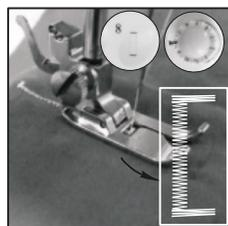

Fig.19
- (4) Elija el patrón de puntada #8, encienda el interruptor y cosa 5-6 puntadas a baja velocidad, luego apague el interruptor (Fig. 19).